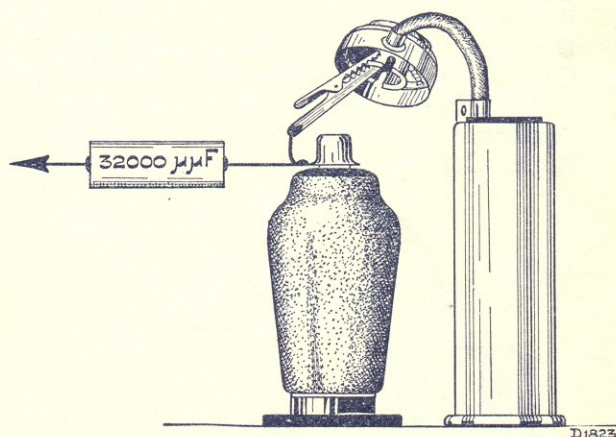

Fig. 2
1. Appliquer un signal modulé de 128 kc à la grille de L1, à travers un condensateur de $32000 \mu\mu\text{F}$ (fig. 2). (Pour l'exécution 29 lire ici et ensuite 118 Kc.)